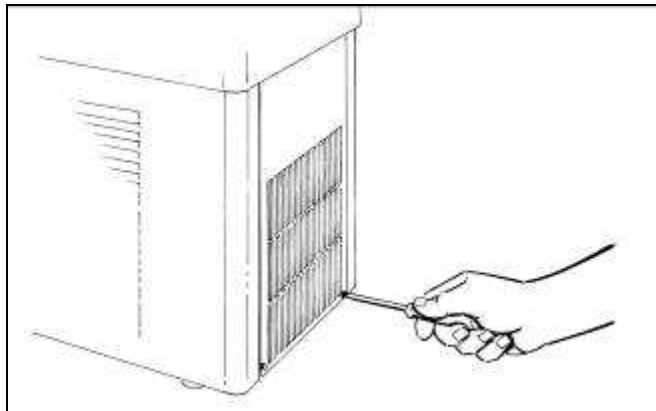

Fig. 39
- Per la GT1: rimuovere il pannello posteriore svitando le due viti che lo trattengono nella sua parte inferiore (fig.39);